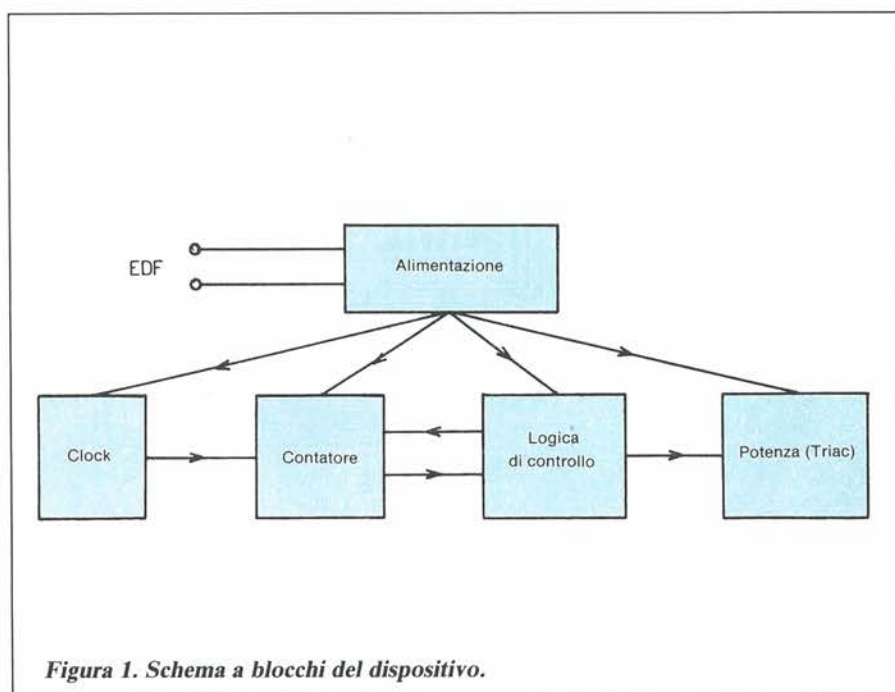
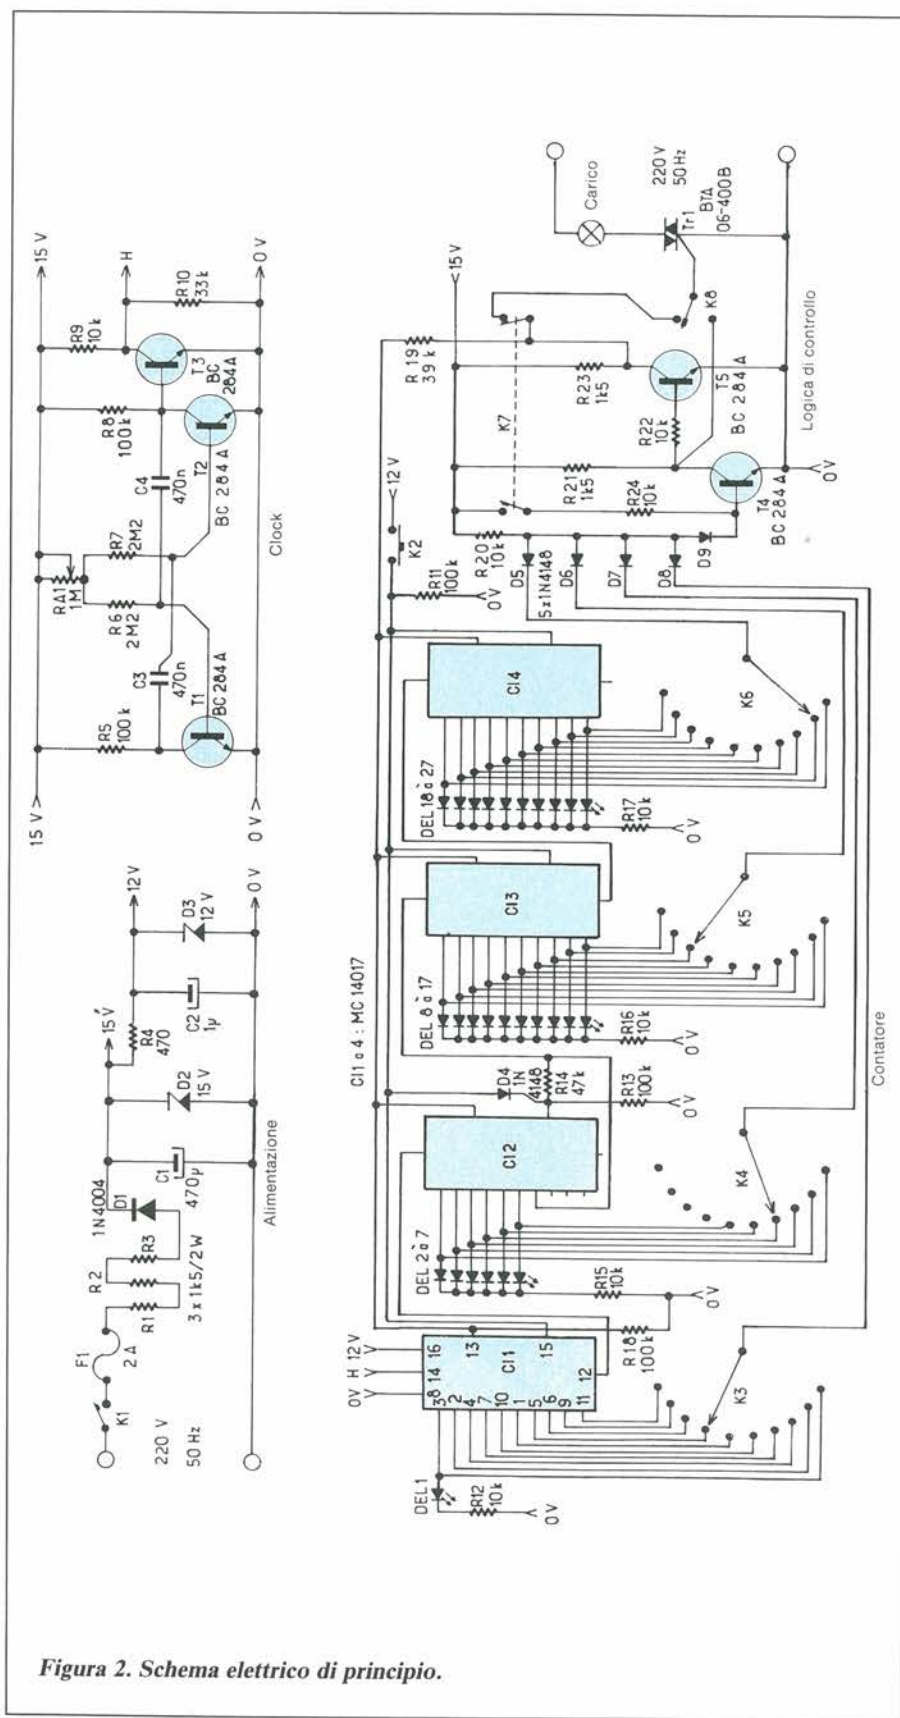

Figura 1. Schema a blocchi del dispositivo.
Figura 2. Schema elettrico di principio.
b) Montaggio: l'identificazione dei componenti avviene mediante un reticolo di coordinate ortogonali con passo di 2,54 mm (0,1 pollici). Le ordinate sono individuate da lettere (a, a', b, b', c, c', eccetera) e le ascisse da cifre (1, 2, 3, 4, eccetera). Nella tabella sono fornite le coordinate dei punti di montaggio di ciascun componente, che così potrà essere correttamente posizionato a colpo sicuro. In Figura 2 è illustrato lo schema elettrico completo del temporizzatore. Sullo schema a blocchi di Figura 1 è possibile osservare che il dispositivo può essere suddiviso in cinque sotto-gruppi: